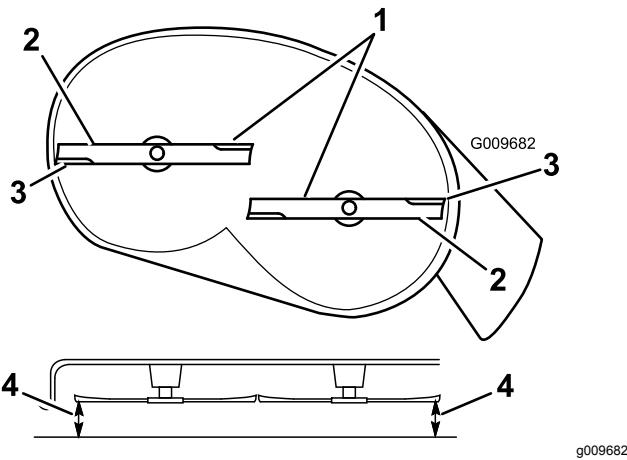

Bild 68
4. Drehen Sie die Messer vorsichtig, sodass sie alle seitlich gestellt sind (Bild 68 und Bild 69).
5. Messen Sie den Abstand zwischen den äußeren Schnittkanten und der ebenen Oberfläche (Bild 68 und Bild 69).